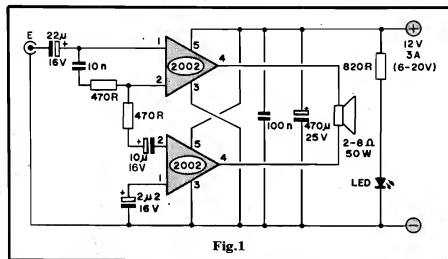

Fig.1
- FIG. 1 - O CIRCUITO - O "esquema" do MODAMP está no diagrama, que mostra, "de cara", a sua grande simplicidade! Toda a ação está centrada em dois Integrados amplificadores de Potência, tipo TDA2002 (que também pode ser encontrado sob outros códigos, como uPC2002, LM383, LM2002, etc.). Tais Integrados, fisicamente se "parecem" com meros **transístores** de Potência, com a única diferença de apresentarem 5 "pernas" (e não 3, como os ditos transístores), mas, "lá dentro", contém todo um comple-
la Resistência ($P = V^2/R$), temos uma efetiva **quadruplicação** da "wattagem" (uma vez que a Resistência ôhmica do dito alto-falante seria, na prática, a mesma...). Observando o diagrama da fig. 1, o Leitor/Hobbysta notará que o conjunto de resistores e capacitores junto à Entrada do módulo, simplesmente direciona os sinais a serem amplificados, simetricamente às entradas *inversora* e *não inversora* de cada um dos dois TDA2002 (pinos 1 e 2, respectivamente...). A relação entre os valores de tais componentes é também responsável pela determinação do ganho (fator de amplificação) geral do conjunto, fixado em valor adequado para as finalidades "universais" pretendidas. Notem ainda a presença do capacitor de Entrada, no valor de 22u, intercalado de modo a isolar para CC os pinos do Integrado (sem o que a eventual "carga resistiva" mostrada pelo módulo que originasse o sinal, poderia interferir com o bom funcionamento do MODAMP...). Outro ponto importante: como a Saída se manifesta em *contra-fase* (ou seja: um "desenho" simétrico de ondas, porém em opostas polaridades...), não há necessidade daquele "baita" capacitor eletrolítico (geralmente de 1000u ou mais...) que normalmente se usa para acoplar o alto-falante (economizamos espaço e custo, com tal ausência...). O dito alto-falante é, simplesmente, ligado a ambas as Saídas (pinos 4) dos amplificadores individuais que formam a "ponte"! A
- FIG. 3 - CHAPEADO DA MONTAGEM (A COLOCAÇÃO E SOLDAGEM DOS COMPONENTES SOBRE A PLACA) - Vemos, agora, o Circuito Impresso pelo "outro lado" (com relação à figura anterior), ou seja: pela face não cobreada, onde todos os componentes encontram-se demarcados com grande clareza, através de estilizações, códigos, valores, polaridades, etc. (notem que - com relação ao "esquema" da fig. 1 - apenas o LED e o alto-falante "não constam", uma vez que devem ser colocados fora da placa - detalhes na próxima figura...). A maior dose de atenção, como sempre, deve ser direcionada para a colocação dos componentes polarizados (Integrados e capacitores eletrolíticos, no caso...). Quanto aos TDA2002, as suas lapelas metálicas devem ficar voltadas para a borda (superior, na figura) da placa. Os eletrolíticos, todos, têm suas polaridades marcadas, porém é sempre bom notar que a dita polaridade costuma ser indicada no próprio "corpo" da peça, graficamente, além do fato de que os terminais positivos (+) são geralmente as "pernas" mais longas do componente... Quanto aos resistores e aos capacitores de poliéster, é só respeitar a relação valor/posição. Em dúvida, lá nas primeiras páginas está o TABELÃO APE para
- FIG. 1 - O CIRCUITO - A fig. 1 mostra o diagrama esquemático do circuito da SINEL. Tudo está "centrado" num único Integrado C.MOS, que pode ser tanto um